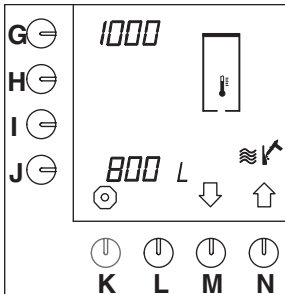

Fig. 51 Symbole de détartrage du générateur eau chaude
- Le symbole de détartrage du générateur eau chaude est réglé pour tous les modèles pour apparaître tous les 1000 litres, voir le nombre à côté de la touche de sélection (G.), fig 51 .
- Appuyez sur la touche de sélection (M.)↓ jusqu'à ce que la fig.51 s'affiche sur l'écran de contrôle